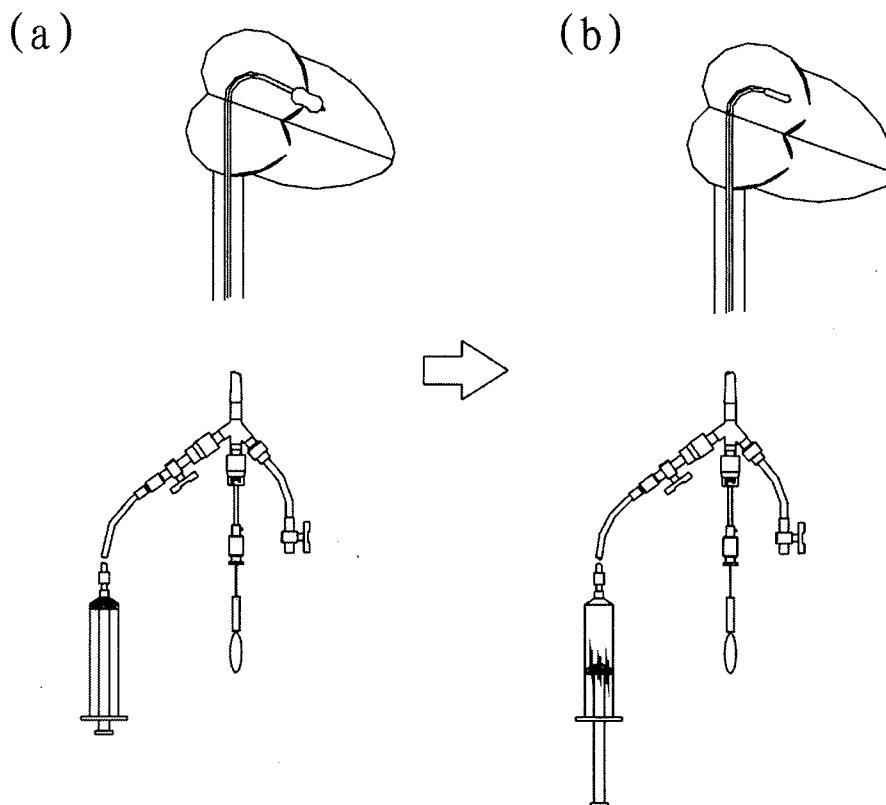

Fig. 20
- c. *Si la válvula mitral no se ha dilatado lo suficiente, se puede incrementar el diámetro del balón al inyectar 1 ml de medio de contraste diluido desde el puerto de extracción de aire y se puede repetir el proceso (consultar la Fig. 20).*